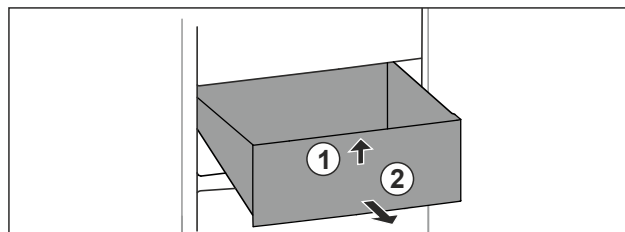

Fig. 135
- Nadzvedněte zásuvku vpředu. Fig. 135 (1)
- Vyjměte zásuvku dopředu. Fig. 135 (2)